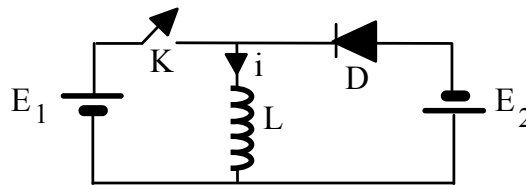

Figure I-1
• On considère le convertisseur représenté sur la figure I-1, permettant d'échanger du courant entre 2 sources de tension continue. E_2 représente une batterie d'accumulateurs. La position de l'interrupteur K est représentée par une variable u : $u=1$ lorsque K est passant (interrupteur fermé), $u=0$ lorsque K est bloqué (interrupteur ouvert).